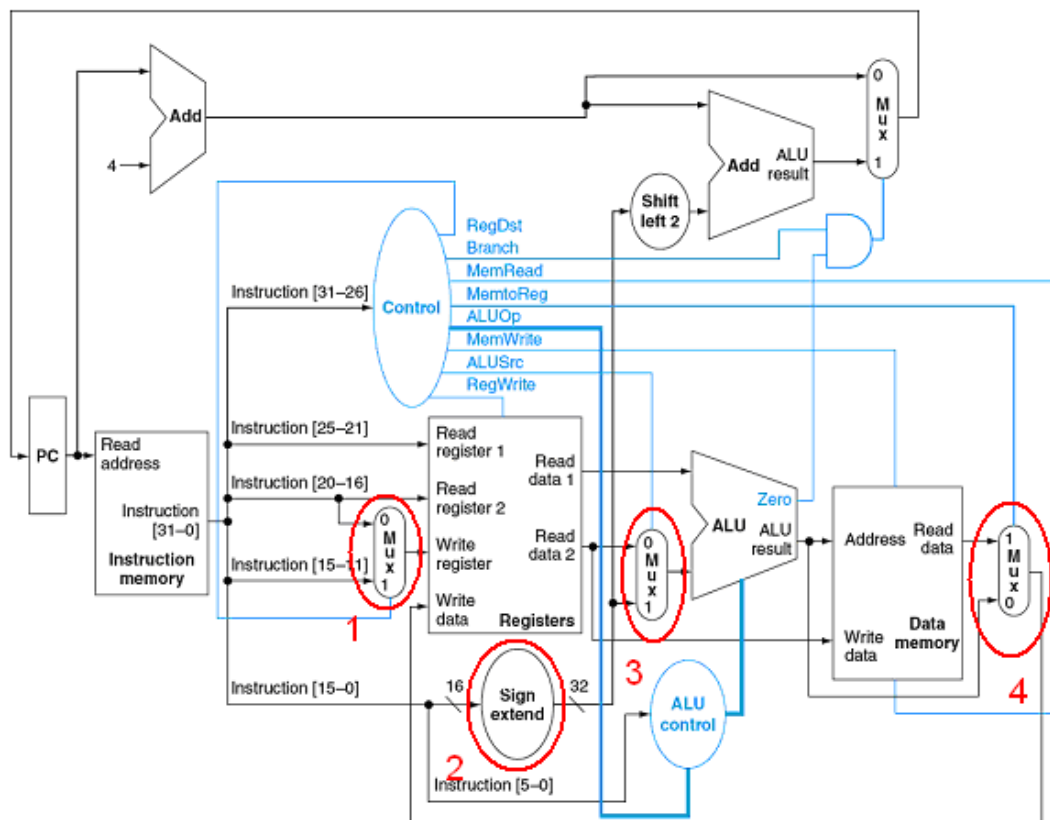

figura 1
Schema completă a procesorului MIPS preluată din Hennessy și Patterson este reluată în figura 1.
## Pasul 9: Descrierea ALU plus blocurilor 2 și 3 din figura 1.
- **ALUSrc** este folosit pentru a selecta al doilea operand al ALU. Acest semnal constituie intrarea de selecția multiplexorului 3 din figura 1.